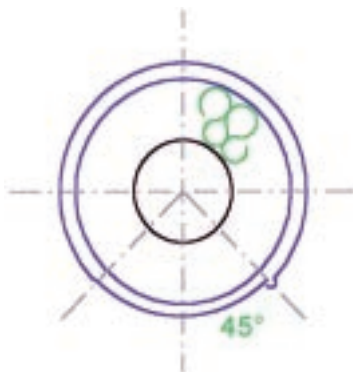

Bild 22
- Bei Rohrleitungen muß die Längssicke ca.  $45^\circ$  von unten von der senkrechten Achse entfernt sein; die Überlappung hat so zu erfolgen, daß abrinnen des Regenwasser nicht in die Verblechung eindringen kann (Bild 22).